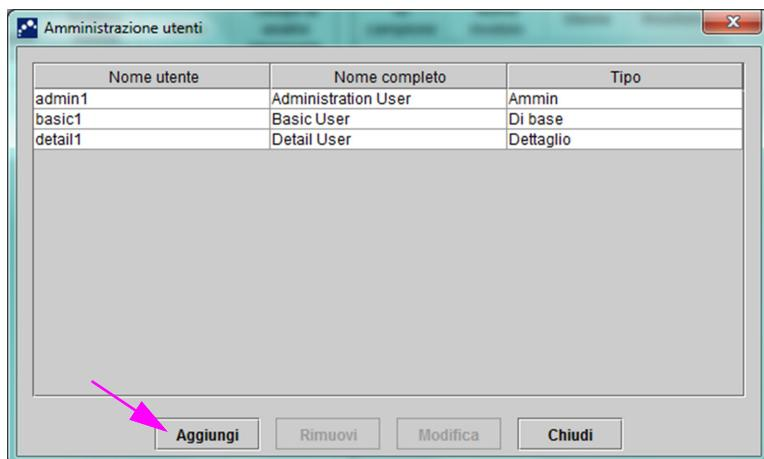
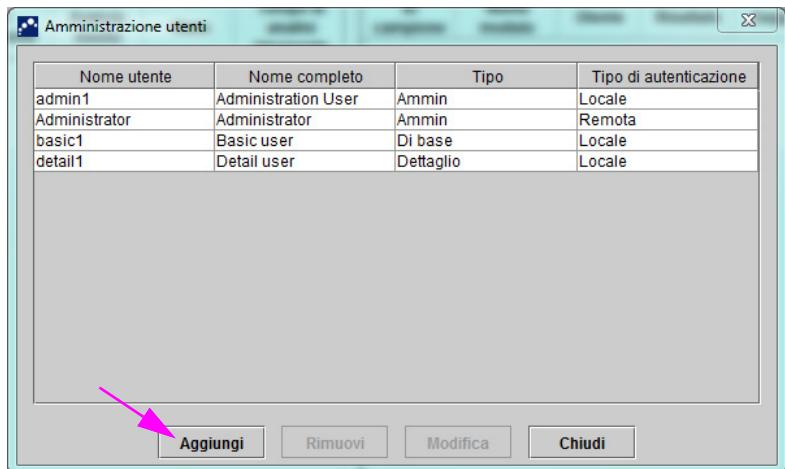

Figura 2-70. Finestra di dialogo Amministrazione utenti
Figura 2-71. Finestra di dialogo Utente per un utente Remoto
2. Nella finestra GeneXpert Dx System (vedere la Figura 2-55), nel menu **Configurazione**, fare clic su **Amministrazione utenti**. Verrà visualizzata la finestra di dialogo Amministrazione utenti. Vedere la Figura 2-70 se si sta aggiungendo un utente locale oppure la Figura 2-71 se si sta aggiungendo un utente LDAP remoto.
- Nella finestra GeneXpert Dx System (vedere la Figura 2-55), fare clic su **Amministrazione utenti** nel menu Configurazione. Verrà visualizzata la finestra di dialogo Amministrazione utenti. Vedere la Figura 2-70.